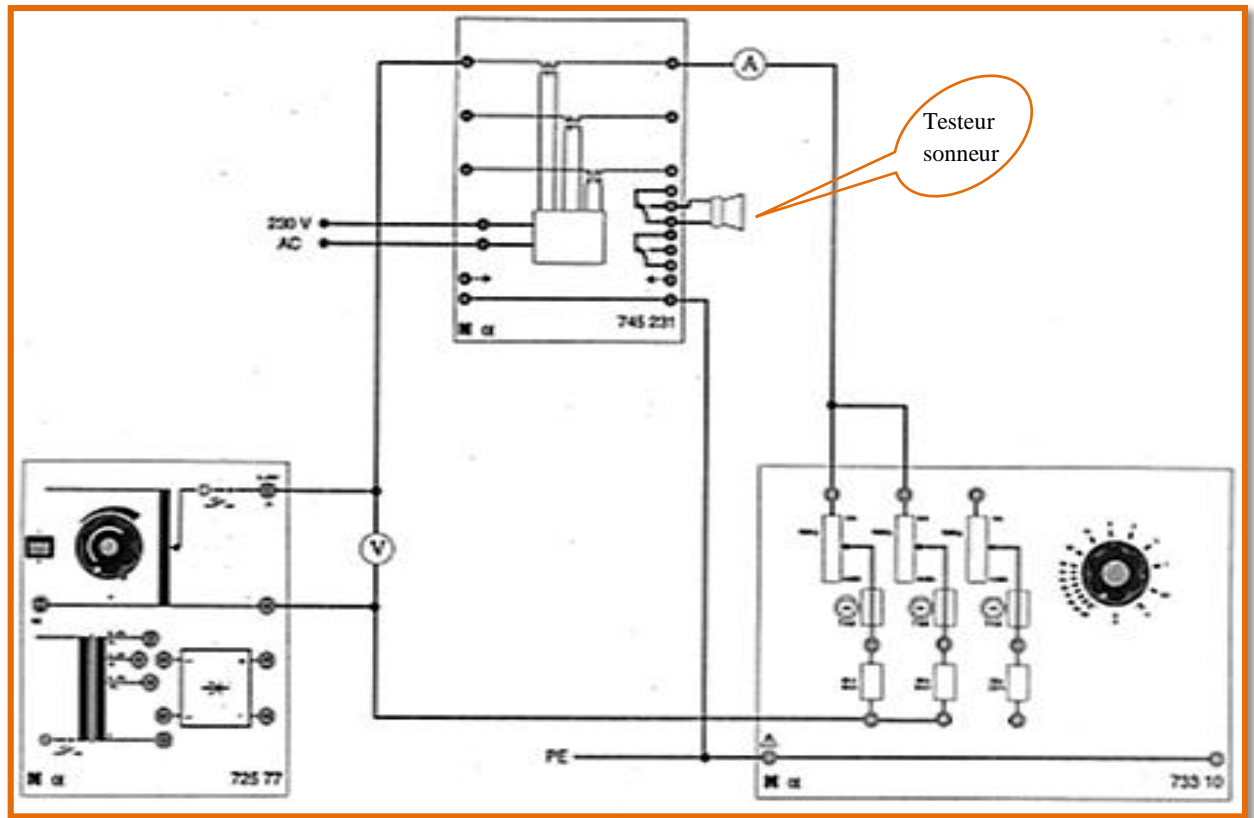

Figure 1.2. Réponse d'un relais à maximum de courant à temps constant.
- ☞ Réaliser le montage de la figure 1.2.